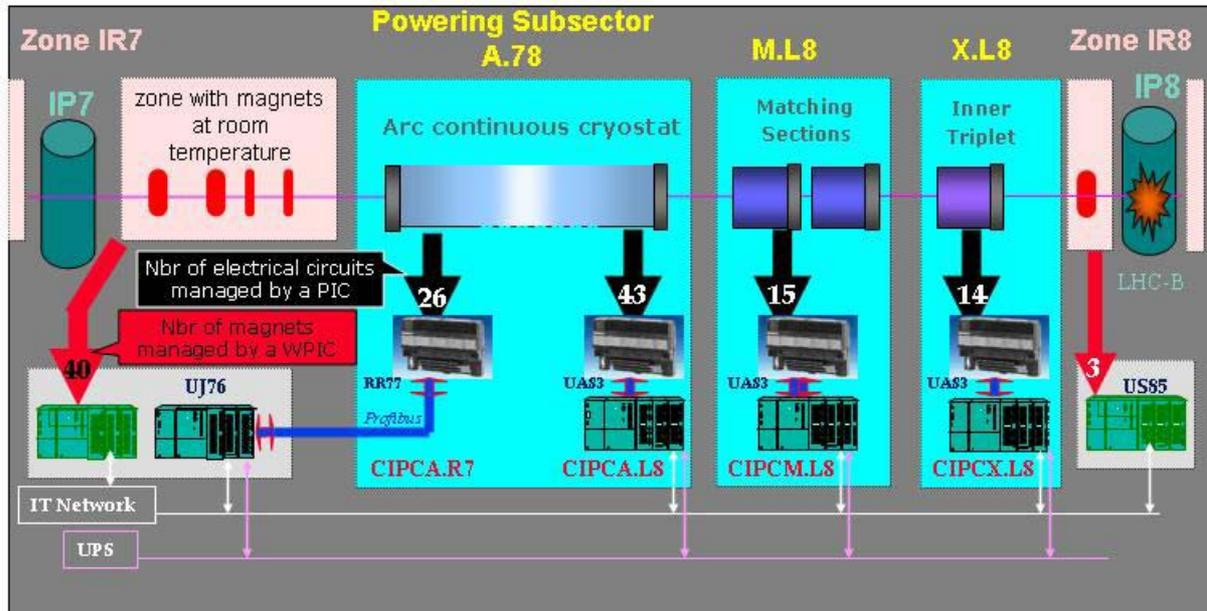

Figure 1
- Font partie du HW commissioning dès mars 2005 (cf Fig. 1: Powering Subsectors in Sector 7 – 8):
pour les tests S7-8 : UJ76 et US85 (non indiqués sur la figure 1)